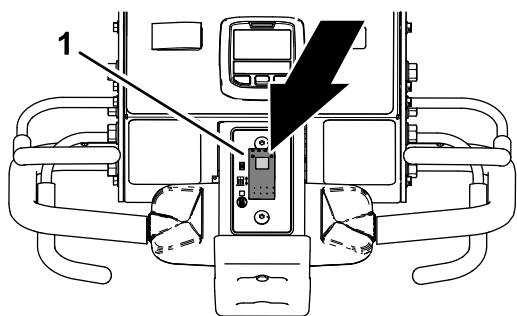

Bild 89
1. Drücken Sie den oberen Teil des Absenkschalters (Bild 89) in die VERZÖGERTES ABSENKEN-Stellung.